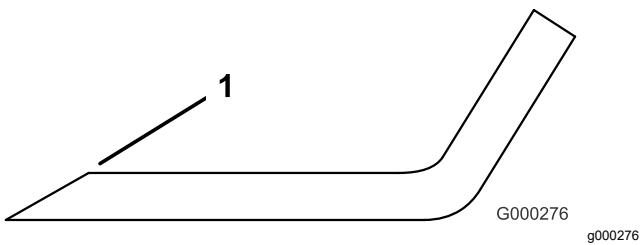

図 27
4. すべてのブレードの刃先を点検し、刃先が丸くなっていたり打ち傷がある場合には研磨する図 27。
**注** 研磨は刃先の上面だけを行い、刃の元々の角度を変えないように十分注意する図 27。両方の刃先から等量を削るとブレードのバランスを維持することができます。